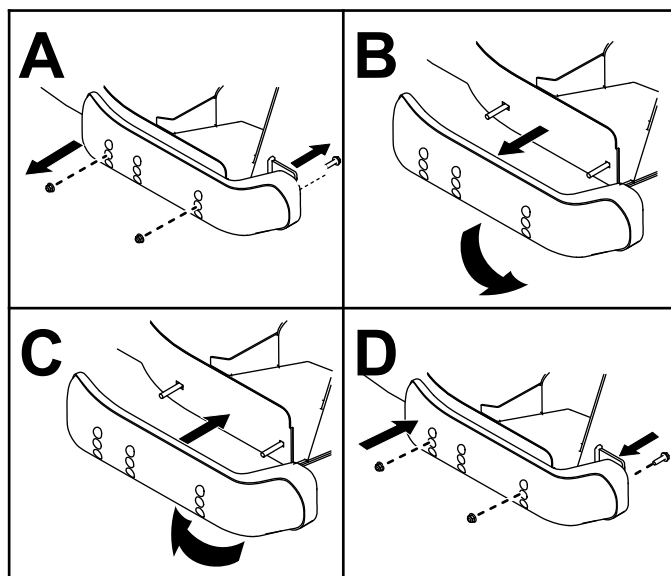

Bild 135
5. Nehmen Sie den Unterfahrschutz von den Seiten des Mähwerks ab (Bild 135).
6. Vertauschen Sie den Unterfahrschutz und befestigen ihn mit den vorher entfernten Schrauben (Bild 135).